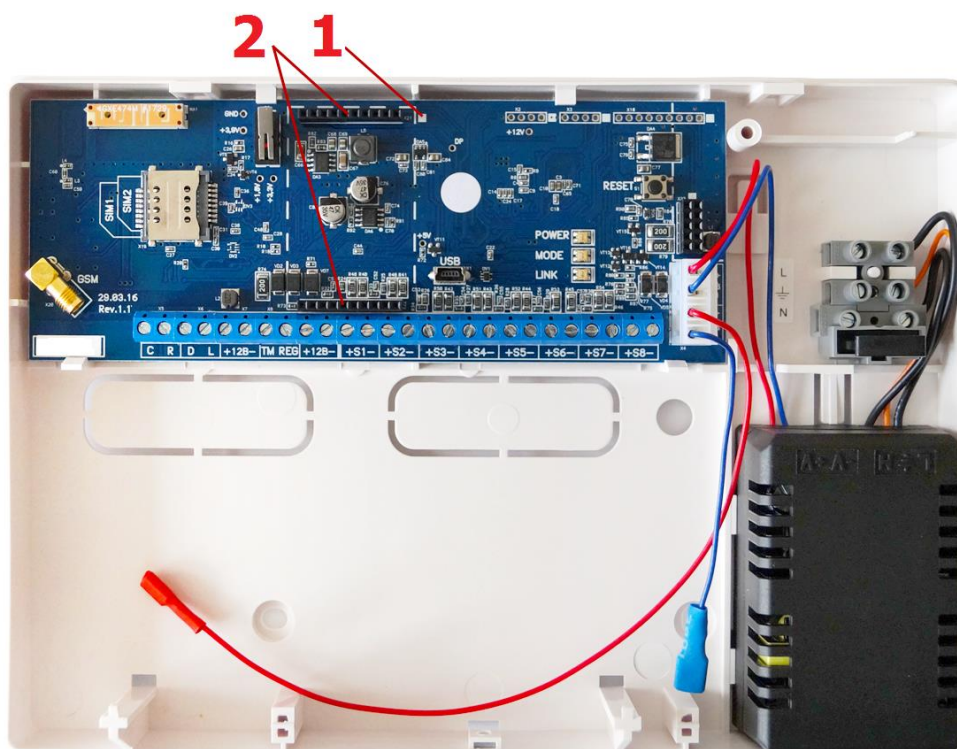

Рисунок 3.2 – Вид контроллера STEMAX SX820 со снятой крышкой
В качестве примера на иллюстрации (см. рисунок 3.2) приведена плата контроллера STEMAX SX820, на которой выделены слот для подключения модуля (2) и метка для правильной установки модуля (1).